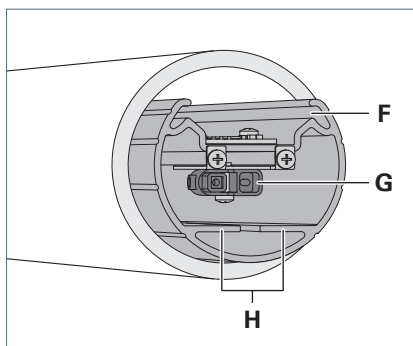

Fig. 5: Profilé porteur et fiche.
- Retirez un peu le profilé porteur **F** du luminaire, voir Fig. 5.